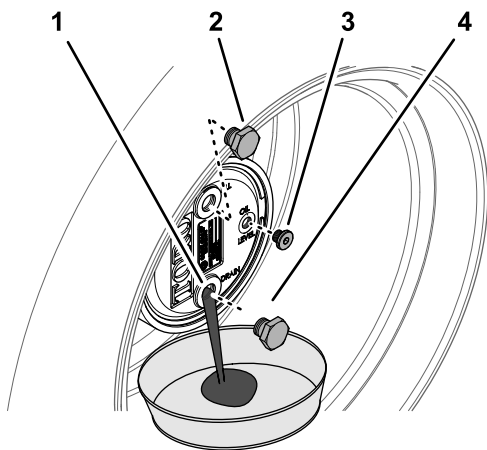

図 61
2. 補給プラグが時計の 12 時を指し、点検プラグが 3 時の位置を指すようにマシンを駐車する 図 61。
3. プラネタリハブの下にオイル回収容器を置き、6時の位置にあるドレンプラグを外してオイルを抜く図 61。
5. プラネタリハウジングのドレン穴にプラグを取り付ける図 61。